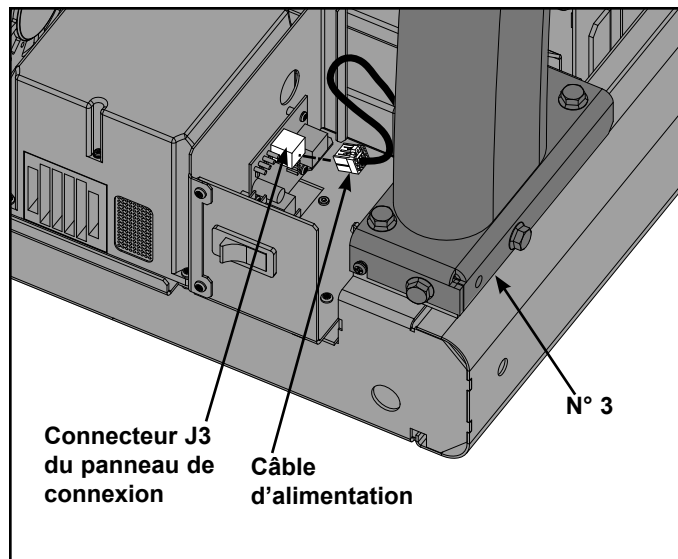

Figure 6
- C. Branchez le câble de l'affichage situé dans le bas du montant (n° 3) au connecteur J3 du panneau de connexion. Reportez-vous à la figure 6.